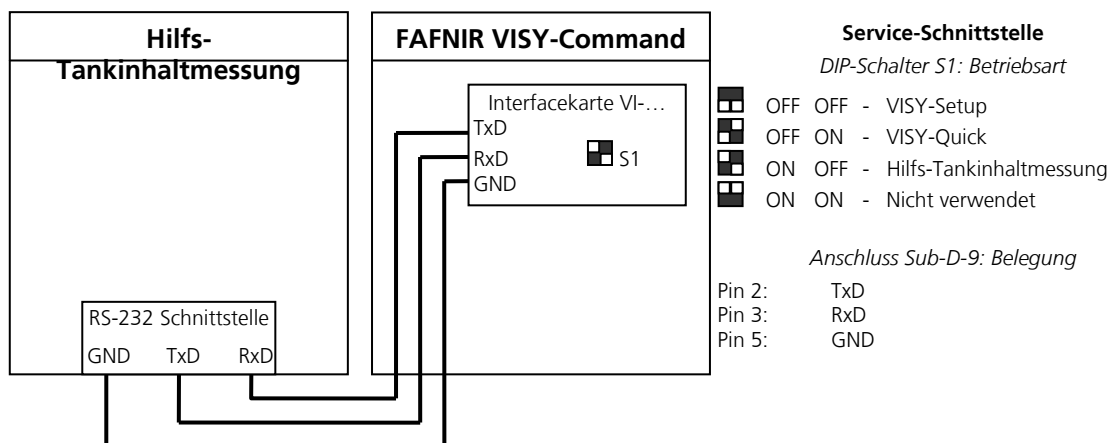

Abbildung 21: Anschluss der Hilfs-Tankinhaltmessung an den VISY-Command
- (5) Bringen Sie die DIP-Schalter auf der Schnittstellenkarte VI-... in die Stellung ON OFF (siehe Abbildung 21). Die Schnittstellenkarte beginnt jetzt mit der Datenabfrage der Hilfs-Tankinhaltmessung. Wenn alles korrekt verdrahtet und konfiguriert wurde, sollten jetzt die Daten aller Tanks in der Tankstellensteuerung bzw. im Kassensystem verfügbar sein. Eventuelle Verzögerungen können entstehen, wenn das Kassensystem bzw. die Tankstellensteuerung die Daten der Tankinhaltmessung nur sehr selten abfragt.
- (6) Wenn Sie kontrollieren wollen, ob die Daten der Hilfs-Tankinhaltmessung fehlerfrei vom VISY-Command eingelesen werden, dann stellen Sie die DIP-Schalter wieder auf Position OFF / OFF (Betriebsart Service-Schnittstelle = VISY-Setup) und schließen Sie wieder VISY-Setup an die Service-Schnittstelle an. Be-